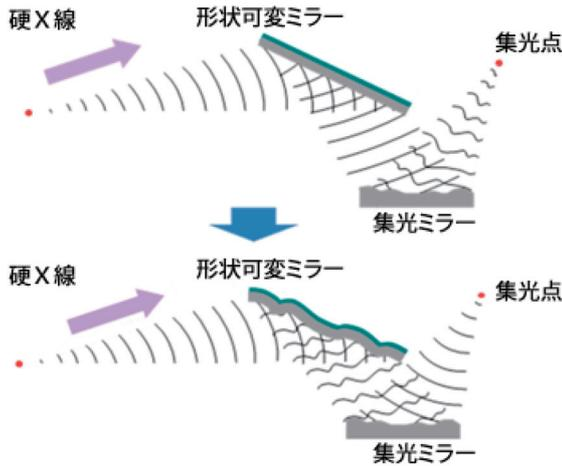

図2. 形状可変ミラーの役割と同ミラーによるX線ナノビームの形成過程
図1のA点(①の回転楕円体鏡面の焦点位置)から入射したビームは①の鏡で反射して縦方向に絞り込まれ、さらに②の鏡で反射して横方向に絞り込まれます。そして、B点(②の回転楕円体鏡面の焦点位置)に、きわめて細く明るいビームとなって集まるわけで、かりに光源点から集光ミラー(図1)のA点までが1km、A点からB点までが10cmだとすると、レンズの公式とほぼ同じ原理でビーム径は10000分の1に絞られます。ところが、10ナノメートルを切るサイズの超高輝度ビームを生み出すにはなお一工夫が要ったのです。1kmビームラインBL29XUの硬X線は世界で最も位相の揃ったビームなのですが、それを直接K-Bミラーに当たった場合、楕円鏡面で発生する微妙な誤差のためわずかに波形が乱れ、いまひとつ十分な絞り込みができません。そこで、0.1ナノメートルの精度で形状を制御できる補正用の形状可変ミラーを開発、それを集光ミラーの前に設置して入射光の位相をあらかじめ補正するようにした結果(図2)、世